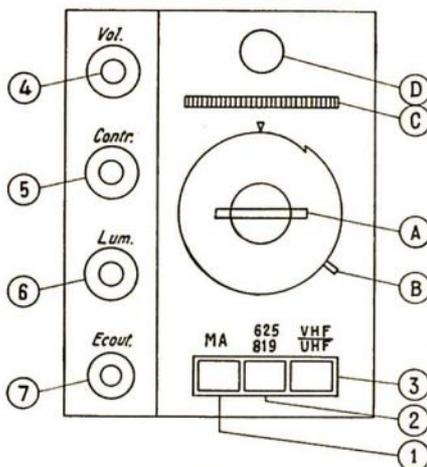

FIG. 2
La figure 2 montre les commandes de l'utilisateur disposées évidemment, sur le panneau
Considérons la figure 2. Les commandes de son, contrôle, lumière ne nécessitent aucun commentaire. Les bornes d'écouteur (7) permettent de brancher un casque muni de la fiche adéquate. Le HP est alors automatiquement débranché.